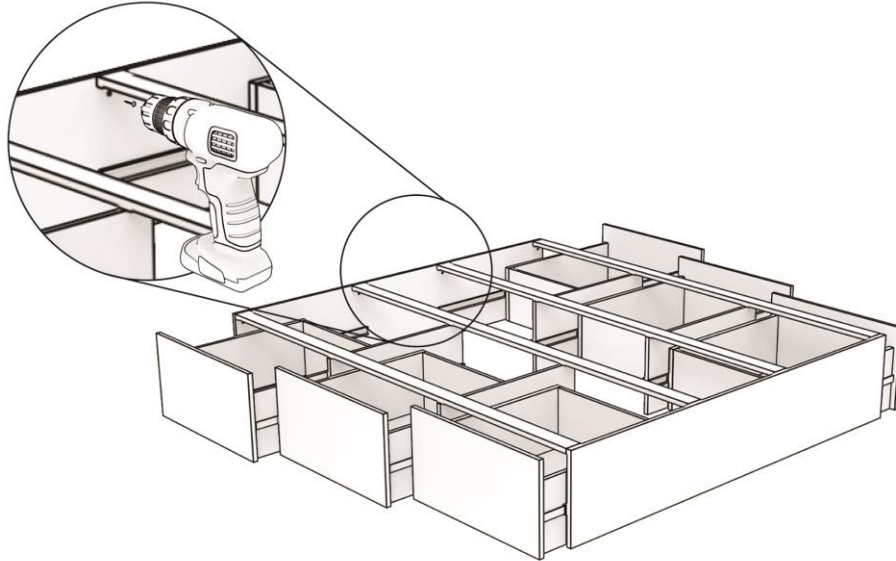

Abbildung 4: Montage und Positionierung der Randleisten für einen Boden mit Schubladen.
**Schritt 4.** Platzieren Sie die 2 Schubladenblöcke wie in Abbildung 4 dargestellt. Schrauben Sie dann die Leisten mit den mitgelieferten Schrauben an. Achten Sie darauf, dass die Leisten in einem Winkel von 90° Grad zueinander stehen.